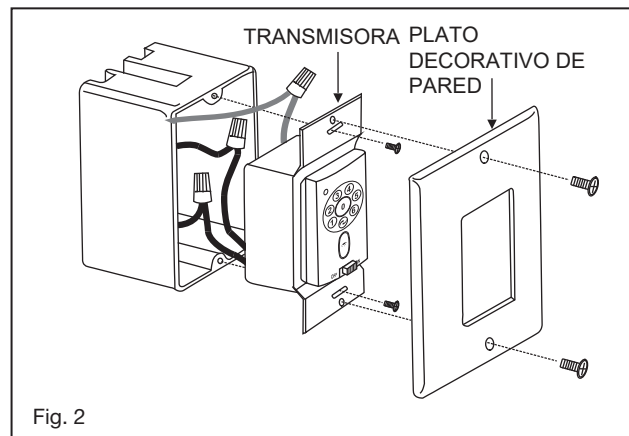

Fig. 2
Retire los tornillos y saque la placa de vidrio de la cubierta de la luz (Fig. 2), luego fije la cubierta de metal a la cubierta de la luz B y la cubierta de la luz A con los tornillos provistos. (Fig. 3)
- 7 Luz de señalización (Fig. 2)